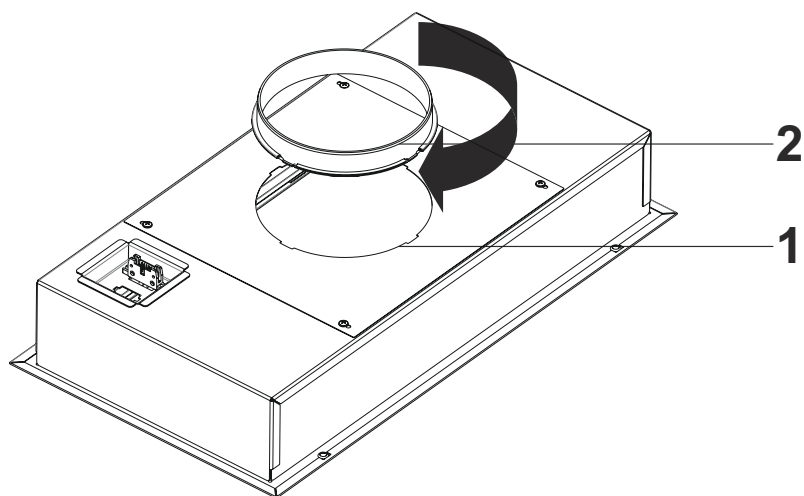

Fig. 28
9. → Sæt ø150mm aftræksstuds ind i det runde hul og drej den fast i urets retning (Fig. 28).